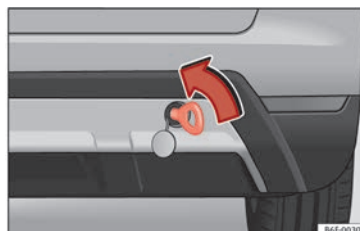

Abb. 109 Hinterer Stoßfänger rechts: Eingeschraubte Abschleppöse
- Schrauben Sie die Abschleppöse bis zum Anschlag in das Gewinde ein »» Abb. 109 und ziehen Sie sie mit dem Radschlüssel fest an.